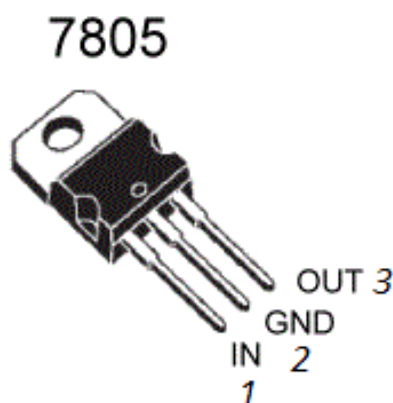

Рисунок 2. Цоколёвка L7805ACV (LM7805)
- Цоколёвка микросхемы **L7805ACV** (LM7805) по спецификации производителя представлена на рис. 2: